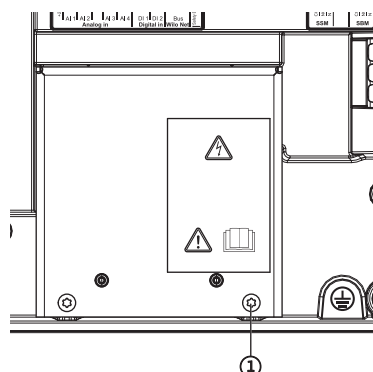

Fig. 114: Elektromagnetilise ühilduvuse kaitseplekk
- Keerake lahti elektromagnetilise ühilduvuse kaitsepleki (Fig. 114, pos. 1) poldid ja eemaldage kaitseplekk.